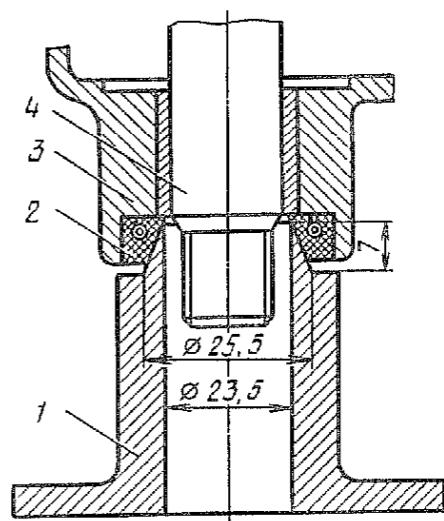

Рис. 188. Отжатие кромки сальника вала сошки при разборке и сборке рулевого механизма:
Примечание. При повторном использовании сальника 9 предохранить его рабочую кромку от повреждения с помощью приспособления (рис. 188).
3.14. Установить в картер вал сошки в сборе с крышкой, предварительно поставив на картер прокладку 6, и завернуть болты 14 с пружинными шайбами 13 (ключ 12, приспособление, рис. 188).